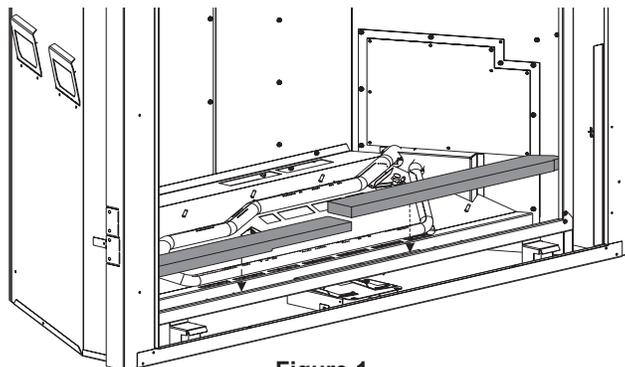

Figure 1
- Poser le REVÊTEMENTS AVANT GAUCHE et DROIT, tel qu'illustré à la **Figure 1**.